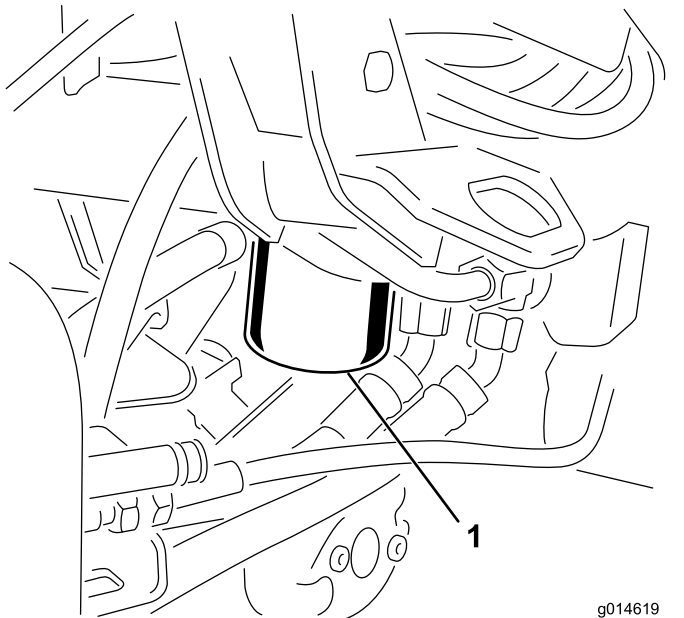

Figura 43
1. Limpe a área ao redor da área de instalação do filtro (Figura 43). Posicione uma bandeja de drenagem sob o filtro e remova-o.